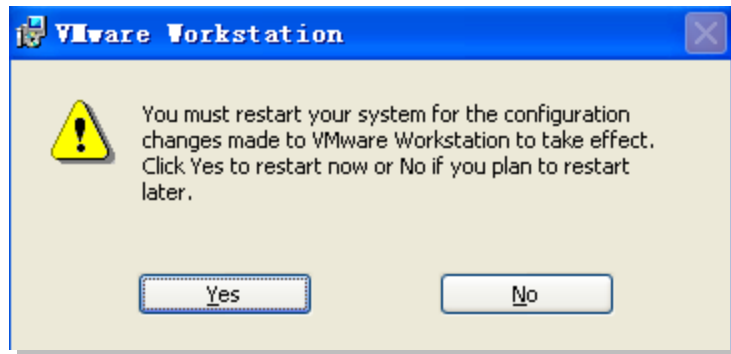

图 4.7
5. 安装完成后系统会弹出如图 4.7 所示的界面，点击 Yes 按钮重启计算机